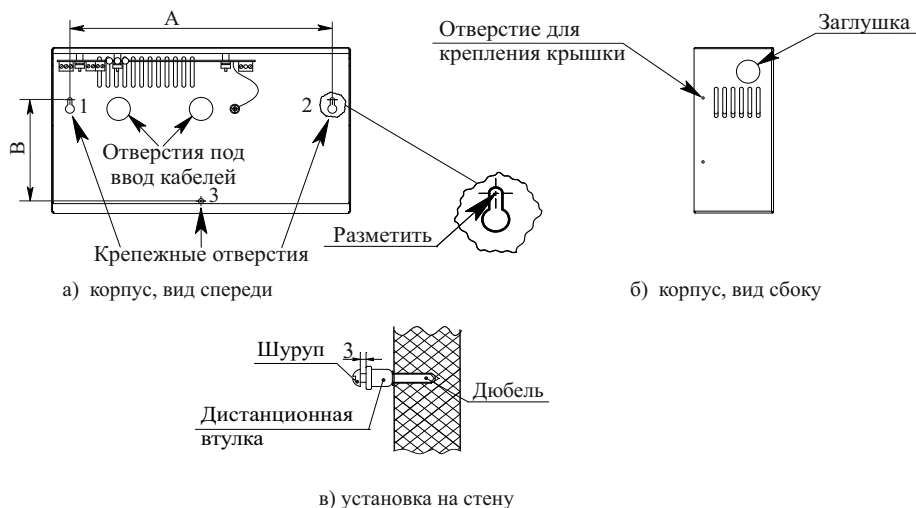

Рисунок 1
а) разметить в месте установки точки крепления через крепежные отверстия в корпусе источника (рисунок 1, а). Размеры, указанные на рисунке 1, а:
б) просверлить три отверстия Ø 6 мм (под шуруп 4 × 40, 4 × 45), или Ø 8 мм (под шуруп 6 × 40) (рисунок 1, а) и вставить в них дюбели, установить дистанционные втулки и вернуть шурупы (рисунок 1, в) через крепежные отверстия 1 и 2;
- через отверстия находящиеся на задней стенке корпуса (рисунок 1, а);
- через отверстие находящееся на боковой стенке корпуса, предварительно выдавив заглушку подходящим под диаметр заглушки инструментом (рисунок 1, б). При необходимости возможна установка проходного изолятора проводов (в комплектность не входит);
г) повесить источник на шурупы в крепежных отверстиях 1 и 2 (рисунок 1, а). Вернуть шуруп через дистанционную втулку в крепежное отверстие 3 (рисунок 1, в). Зафиксировать корпус, закрутив шурупы до упора;
д) при необходимости, крышку корпуса закрепить саморезами, входящими в комплектность, через отверстия, находящиеся на боковых стенках корпуса (рисунок 1, б).